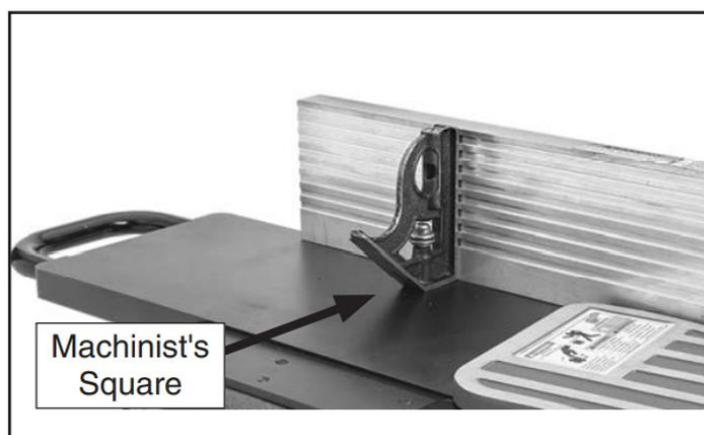

Рисунок 26. Проверка упора на 90°.
3. С помощью угольника под углом 90° установите ограждение на угол 90° (см. рисунок 26), затем затяните фиксатор наклона параллельного упора. Примечание: параллельный упор должен упираться в ось ограничительного блока под углом 90°.